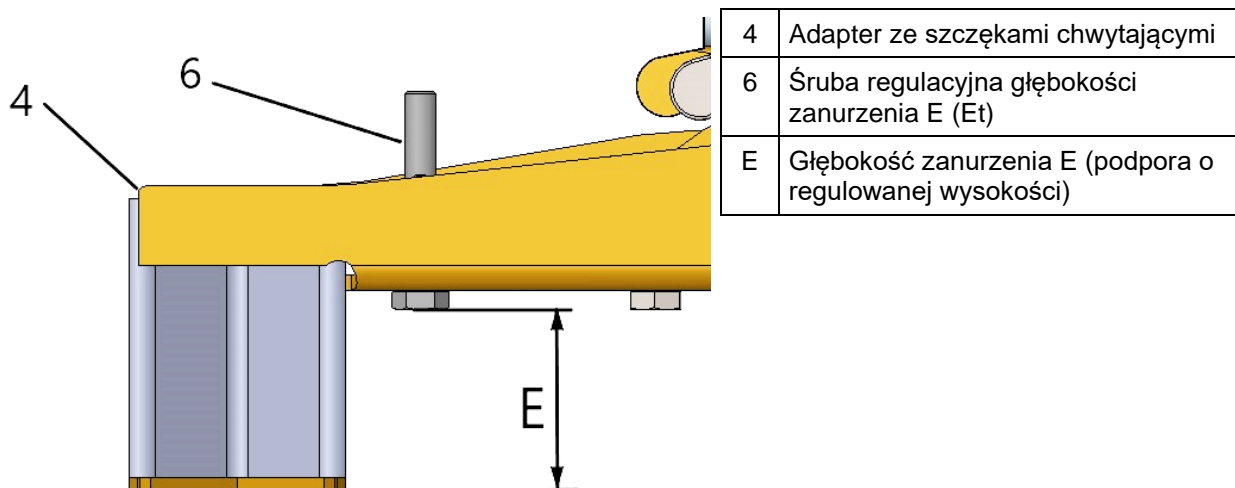

Abb. 3
Ponadto można zmienić "głębokość zanurzenia E (**Et**)" szczęk chwytających na adapterze (4), którą należy dostosować w zależności od chwytanych towarów (kratki trawnikowe) (→ rys. 3).